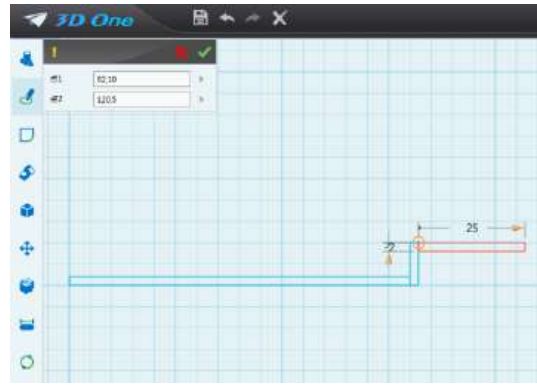

图 14-2
2.绘制立板：鼠标选取“草图绘制”命令里面的“矩形”命令，以舞台中心点为起点，绘制长 80，宽 2 的矩形，如图 14-1。以刚绘制矩形草图右下角为起点，绘制高 10，宽 2 的矩形，如图 14-2，以 10*2 矩形右上角为起点绘制长 25，宽-2 的矩形，确定完成。